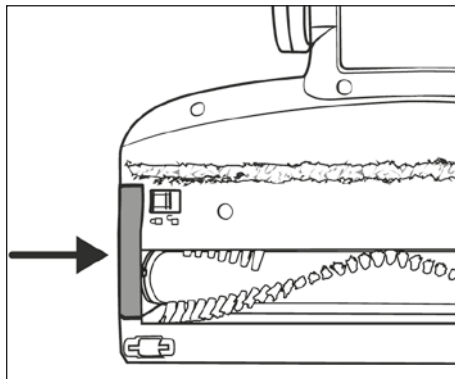

Fig. 27
- 5) Inserire il rullo a spazzola ❶ nella spazzola per pavimenti ❷. Ruotare leggermente il rullo a spazzola ❶ per poterlo inserire più facilmente.
- 6) Inserire il supporto del rullo a spazzola 20 nuovamente nella spazzola per pavimenti 22. Premerlo verso il basso finché non si innesta nella spazzola per pavimenti 22 con un clic (vedere fig. 27).